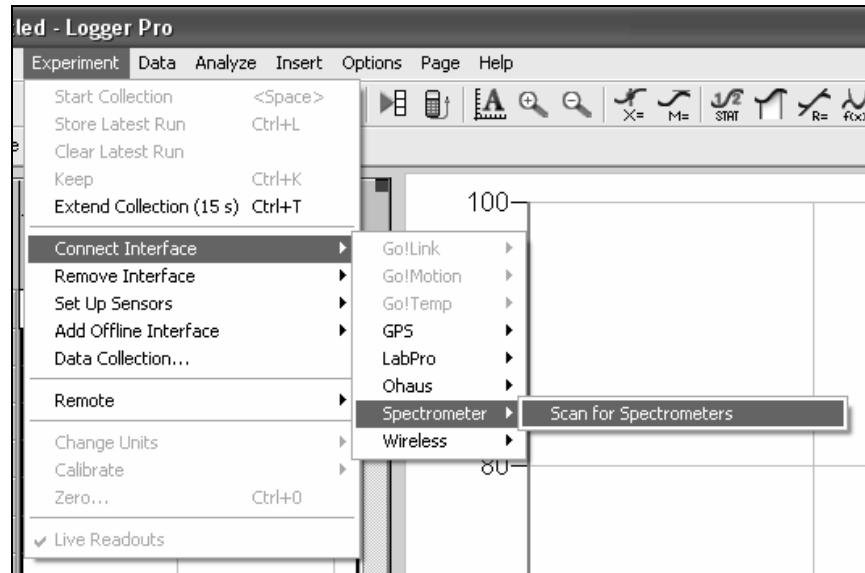

Figura 3.ESP. Imagen mostrando dónde se activa el Espectrómetro en el software.
3. Se selecciona: Conectar interfaz (“*Connect Interface*”) – Espectrómetro (“*Spectrometer*”)- Escanear espectrómetro (“*Scan for Spectrometers*”) del menú Experimento. (Figura 3.ESP)